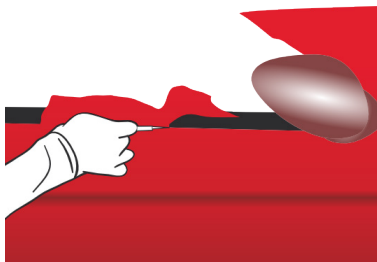

Figure 29
- › Pour réaliser la découpe, la lame du cutter doit être placée bien à plat, entre la carrosserie et le joint, perpendiculairement au joint. Réaliser la découpe en gardant toujours cette orientation de la lame. (FIG. 29)